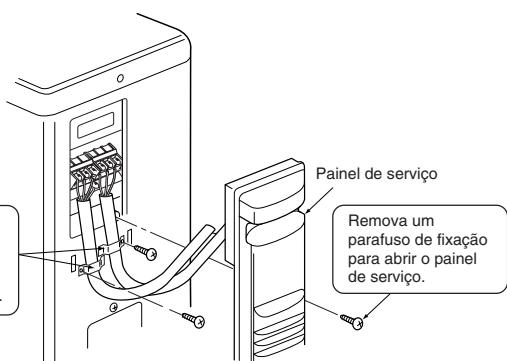

Fig. 7-5
7.3. Unidade exterior (Fig. 7-5)